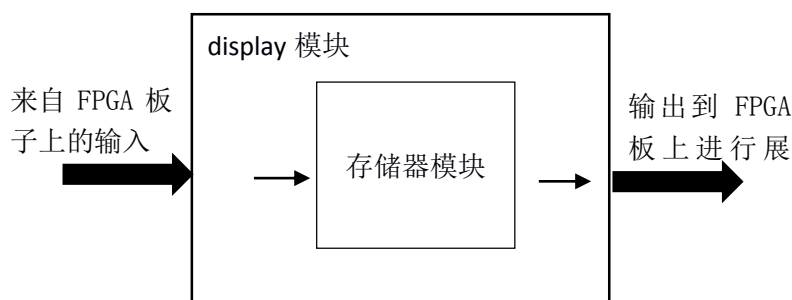

图 1-1 存储器设计实验的顶层模块大致框图
3. 将以上设计作为一个单独的模块，设计一个外围模块去调用该模块，见图 1-1。外围模块中需调用封装好的 LCD 触摸屏模块，显示 RAM 的正常端口的地址、待写入的数据和读出的数据，显示调试端口的地址和读出的数据。并且需要利用触摸功能输入正常端口的地址和写数据，以及调试端口的地址。